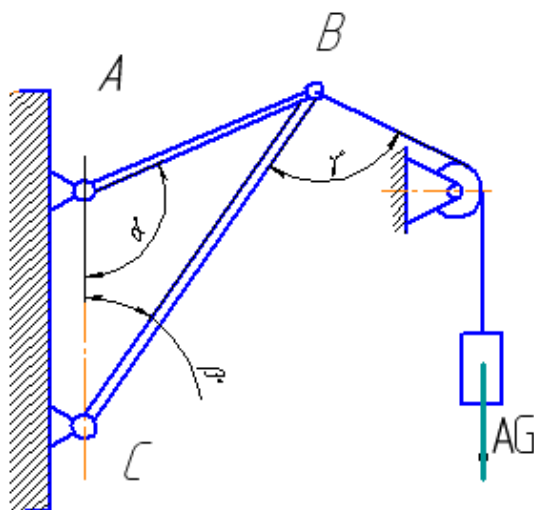

Рисунок 1. Исходная схема
Все схемы, иллюстрации нумеруют арабскими цифрами внутри одной практической работы, подписывая, например: «Рисунок 1. Исходная схема», помещая данный текст под схемой.
1. Ознакомится с заданием рисунок 1.